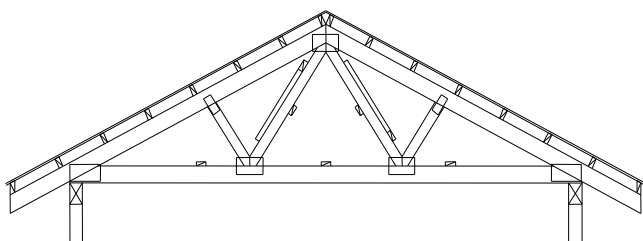

図 2-3<小屋部の工場生産で合理化>
- (3) 小屋組は、小屋梁、母屋、棟木、垂木が一体となった工場製作される屋根トラスシステムを利用し、工期の短縮、材のばらつきを抑える。(図2-3)